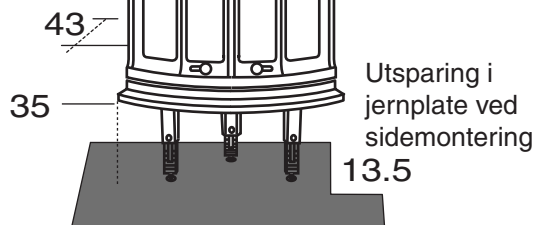
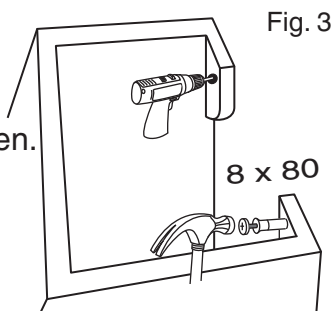

Fig. 1
Fig. 3
1. Innsatsen plasseres som vist på fig 1 og 2
2. Sokkelen (1) og luftbenken (2) limes opp.
3. De sorte platene (3) punktlimes slik at de ligger stødig.
5. Dekkplaten (8) legges oppå vangene før hyllen (9) limes opp og understøttes. (Ikke nødvendig for D 2300) Med mini innsats legges kanten nedover og med maxi innsats legges kanten oppover.
7. Peiskappen (10-11) limes opp og forankres som vist på fig. 3